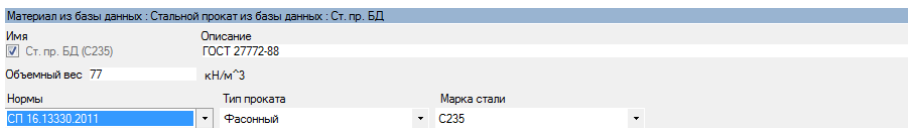

Рис. 34. Задание материала
- Выберите из категории **Материал из базы данных** ► **Стальной прокат из базы данных** ► **ГОСТ 27772—88** (рис. 34).